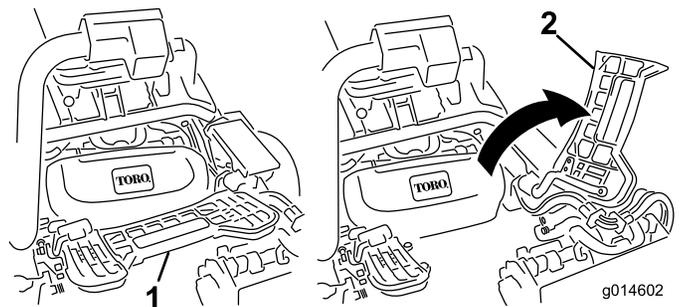

図 11
3. 中央カッティングユニットを取り付ける時は、フットレストを跳ね上げて取り付け位置へのアクセスを確保する 図 11。